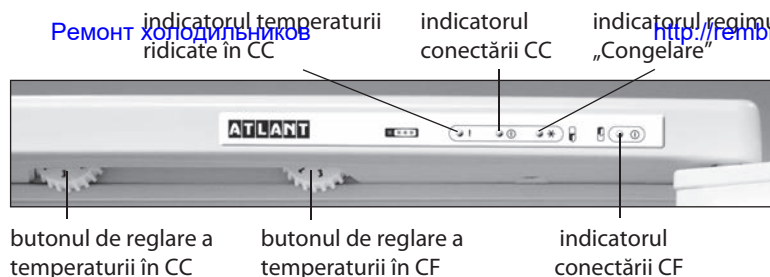

Figura 3 — Mască frigiderului
2.1.2 Frigiderul are indicatori de lumină în conformitate cu figura 3:
La conectarea frigiderului, pe mască se aprind indicatoarele de conectare a camerelor și indicatorul de temperatură ridicată în CC în conformitate cu figura 3. La scăderea temperaturii în frigider indicatorul temperaturii ridicate se va stinge automat.